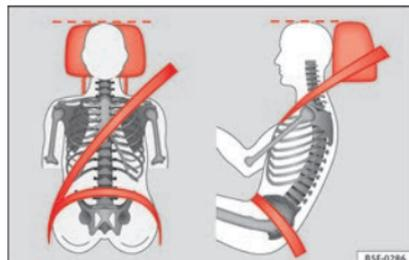

Fig. 77 Poggiatesta posizionato correttamente, vista frontale e laterale.
– Regolare il poggiatesta portandone il bordo superiore alla stessa altezza della parte superiore della testa, almeno all'altezza degli occhi »» fig. 77.